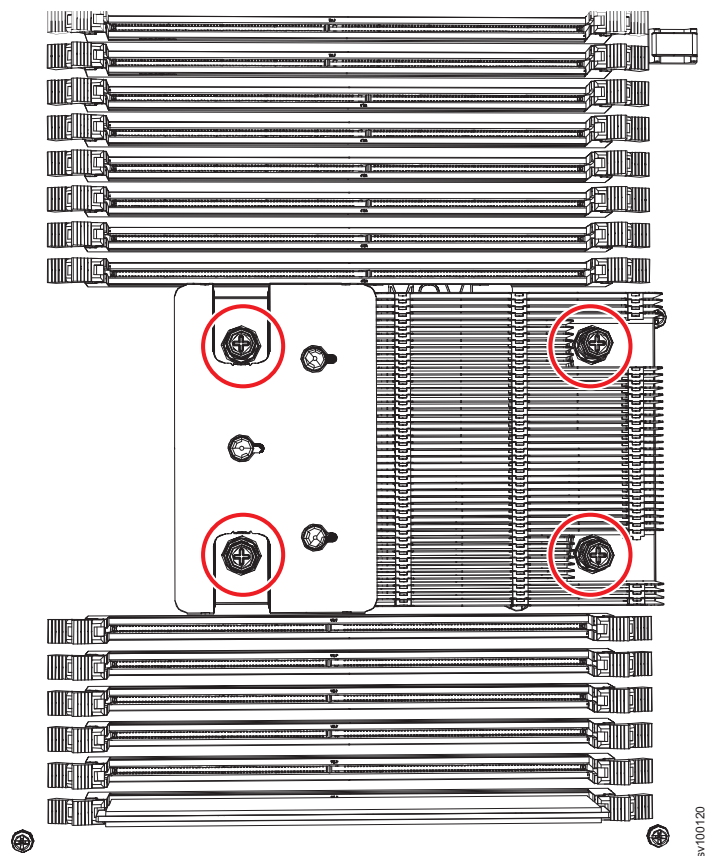

図 301. 2145-SV1 マイクロプロセッサへのヒート・シンクの取り付け
- 8. 399 ページの図 301 に示すように、マイクロプロセッサの上部でヒートシンクを位置合わせします。新規のヒートシンクを取り付ける場合は、グリース・カバーを取り外します。